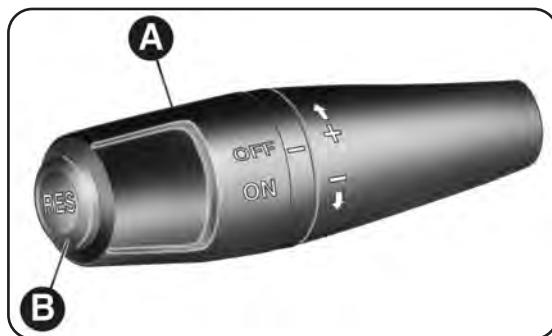

fig. 43
Gire la corona A-fig. 43 a ON. El dispositivo no se puede activar en 1º velocidad o en marcha atrás, sin embargo le aconsejamos activarlo con marchas iguales o superiores a la 5º.
- gire la corona A-fig. 43 a ON y pise el acelerador hasta alcanzar la velocidad deseada para el coche;
- pulse el botón RES (B-fig. 43).
- gire la corona A-fig. 43 a la posición OFF;
ría en el dispositivo, gire la corona A-fig. 43 a OFF